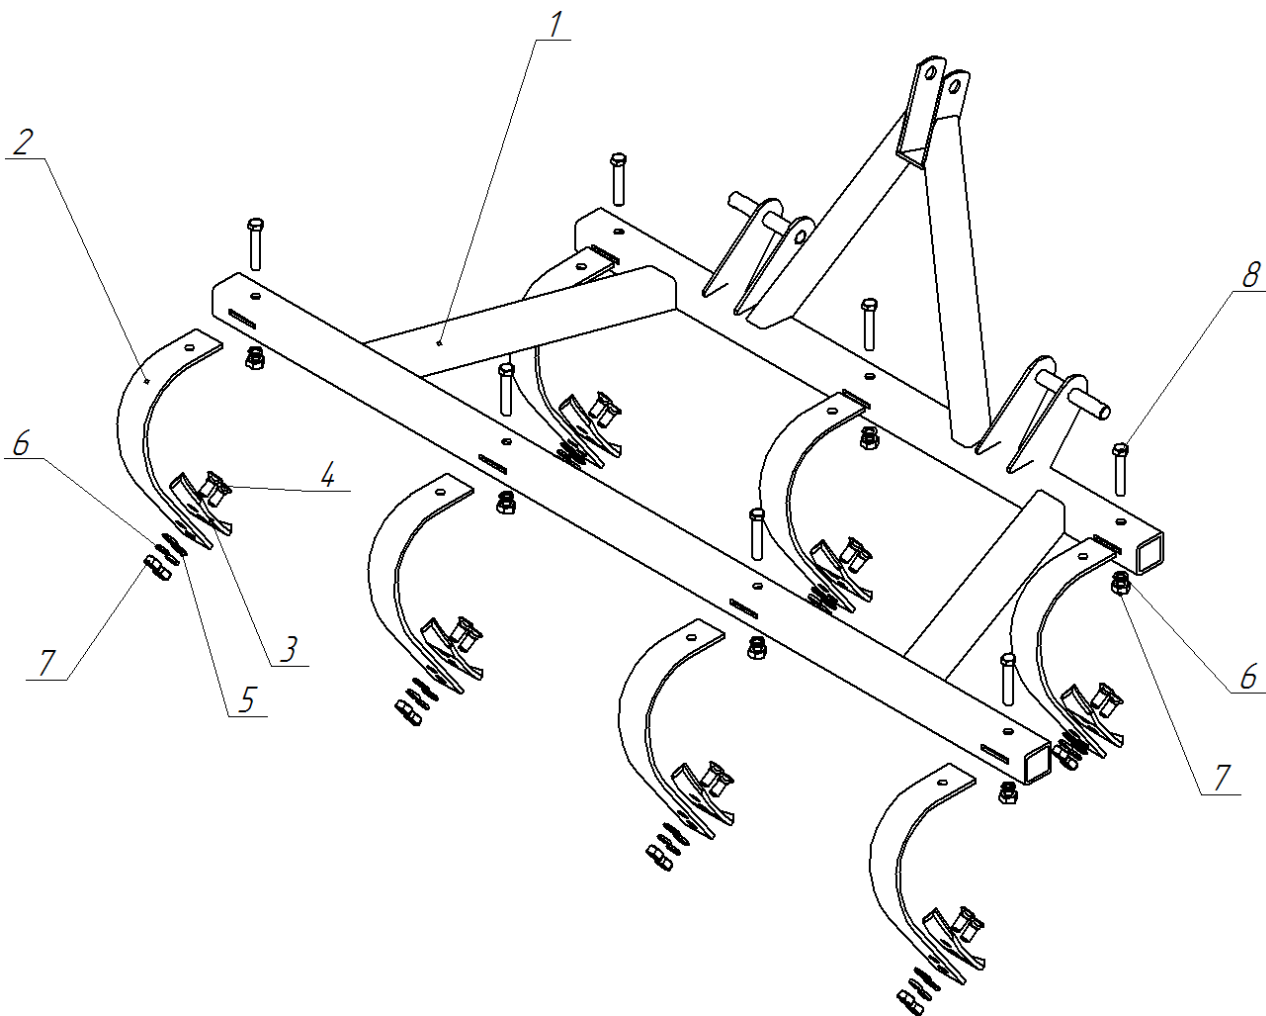

Рисунок 1 – Культиватор чизельный КЧ-1.2
- установите на раму 1 (рисунок 1) собранные стойки и зафиксируйте болтом 8, шайбой 6, гайкой 7;